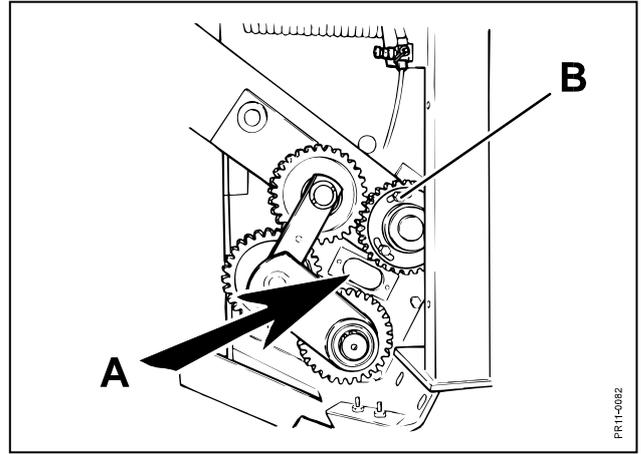

Fig. 3-27
**Fig. 3-27** Le synchronisme peut être contrôlé au travers du trou de contrôle **A** entre les rouleaux. Pour un réajustement, desserrer les 4 boulons **B** et orienter le rouleau dans la bonne position. Serrer les boulons à 200 Nm (20 kgm).